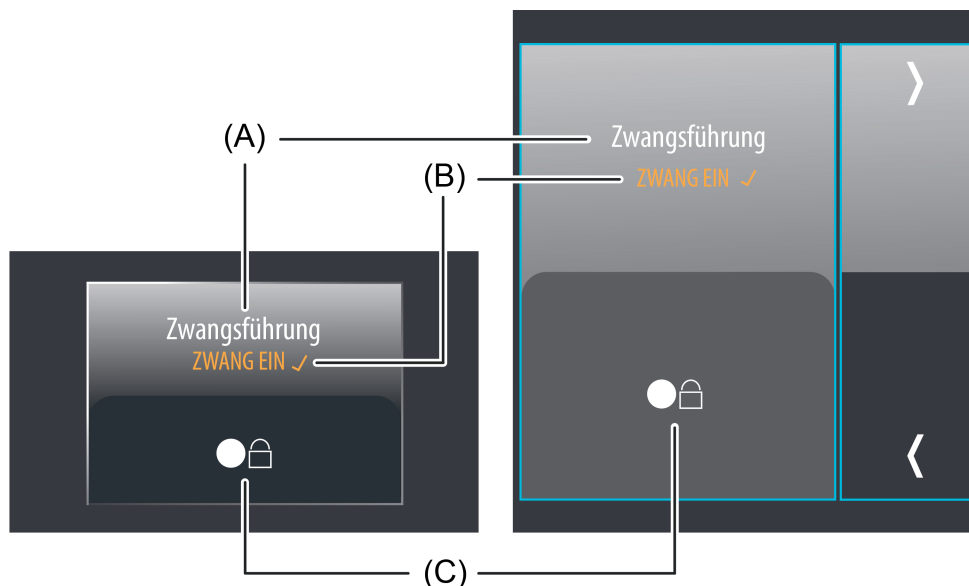

Bild 41: Beispiel für Bedien- und Anzeigeelement der KNX Funktion "Zwangsführung"
Der Anzeigebereich enthält verschiedene Darstellungselemente (Bild 41), die durch Parameter beeinflusst werden. Jeder KNX Funktion kann in der Konfigurationssoftware eine Bezeichnung vergeben werden (A). Diese Text-Bezeichnung wird im Anzeigeelement zentriert zur Anzeige gebracht, wodurch steuerbare KNX Funktionen für den Anwender kenntlich gemacht werden (z. B. "Zwangsführung"). Zusätzlich wird unterhalb der Bezeichnung ein Statustext (B) eingeblendet, der abhängig von den Objektwerten den jeweils gewählten Schaltzustand (im Normalbetrieb oder durch Zwangsführung) im Klartext anzeigt. Der angezeigte Text kann separat für jeden Zustand in der Konfigurationssoftware parametrierbar werden (z. B. "ZWANG EIN"). Solange nach einem Geräteset noch kein Objektwert vorgegeben oder empfangen wurde, zeigt der Statustext "---" an. Das Anzeigeelement zeigt unmittelbar hinter dem Statustext ein ✓, wenn der den durch die Sensorflächen ausgewählte Schaltzustand gültig in die Objektwerte übernommen und somit an den Aktor weitergeleitet wurde.